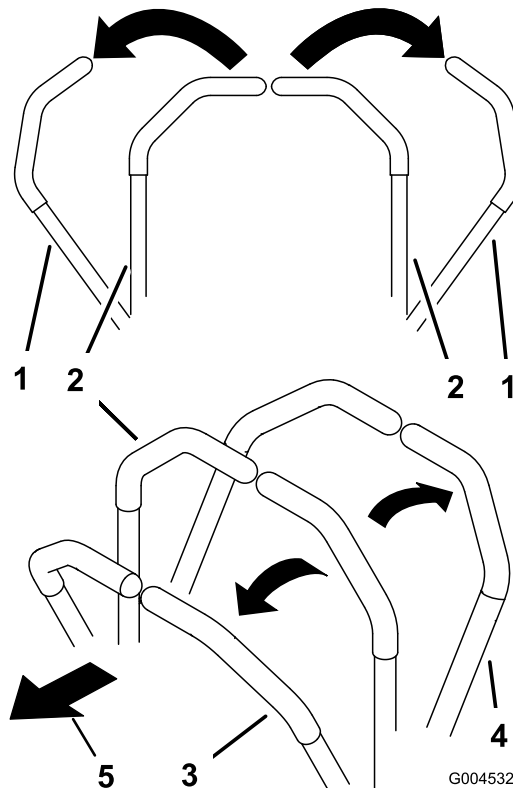

Figura 19
1. Togliete le leve di controllo del movimento (Figura 19) dalla posizione di blocco in folle.
- per fare marcia avanti spingete lentamente in avanti le leve di controllo del movimento (Figura 19).
- per fare marcia indietro tirate lentamente indietro le leve di controllo del movimento (Figura 19).
- per svoltare, rallentate tirando indietro entrambe le leve, poi spingete in avanti la leva sul lato opposto a quello da cui volete svoltare (Figura 19).